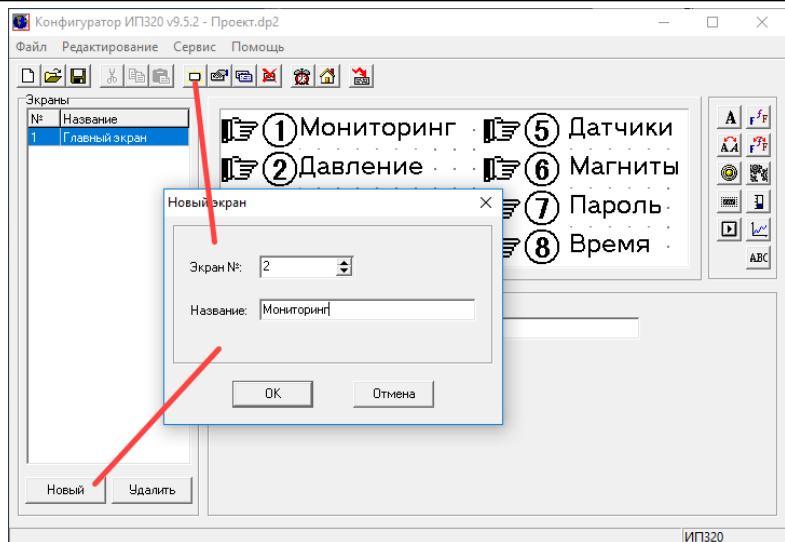

Рисунок 7.4 – Параметры экрана «Мониторинг» (№2)
11. Нажать кнопку «Новый» (панели инструментов или кнопку «Новый» области «Экраны». В открывшемся окне «Новый экран» задаем название «Мониторинг» и №2, см. рисунок 7.4.